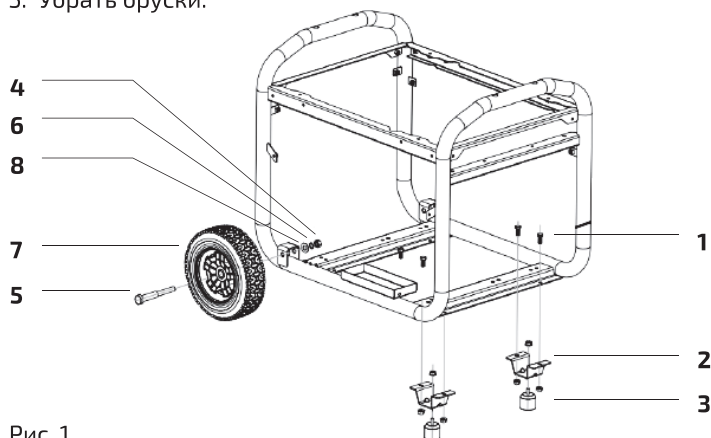

Рис. 1
2. Совместить монтажные отверстия кронштейна для ножек (2) (рис. 1) с монтажными отверстиями в корпусе.
3. Вставить по одному болту 8 мм (1) в каждое монтажное отверстие.
4. Установить и вручную затянуть по одной гайке 8 мм (3) на каждом болте.
6. Надежно затянуть все четыре гайки (3).
1. Вставить ось (5) (см. рис. 1) в колесо (7).
2. Вставить ось (5) с колесом (7) в монтажное отверстие в раме.
3. Установить плоскую шайбу диаметром 12 мм (8), а затем пружинную шайбу диаметром 12 мм (6) на торец оси колеса, затем затянуть гайку (4).